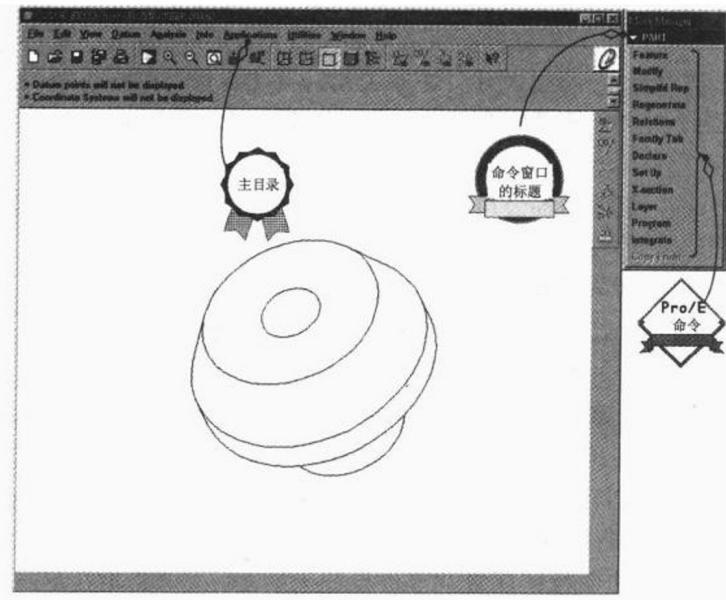

图1
1. 粗体、斜体、小写字（例如：File / Open 的 File）：主菜单（见图 1）。
2. 粗体、斜体、大写字（例如：PART / Feature 的 PART）：命令窗口的标题（见图 1）。
3. 正体字（例如：PART / Feature 的 Feature）：Pro/ENGINEER 命令（见图 1）。